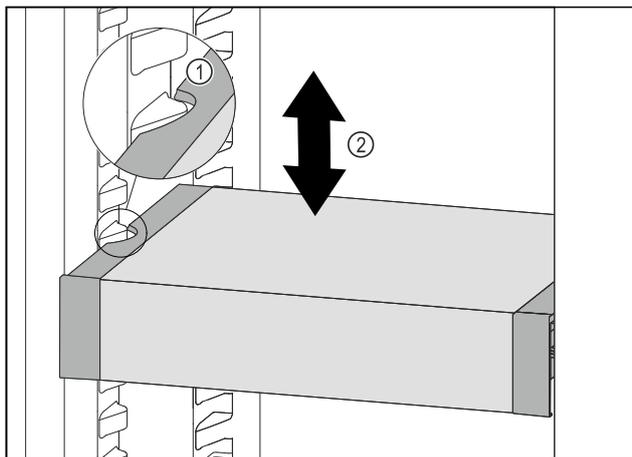

Fig. 82
- ▶ Тяните VarioSafe вперед, пока боковые выемки VarioSafe не окажутся на высоте выступа резервуара в холодильном отделении. Fig. 82 (1)
- ▶ Двигайте VarioSafe в холодильном отделении вверх или вниз, пока не будет достигнута требуемая высота. Fig. 82 (2)